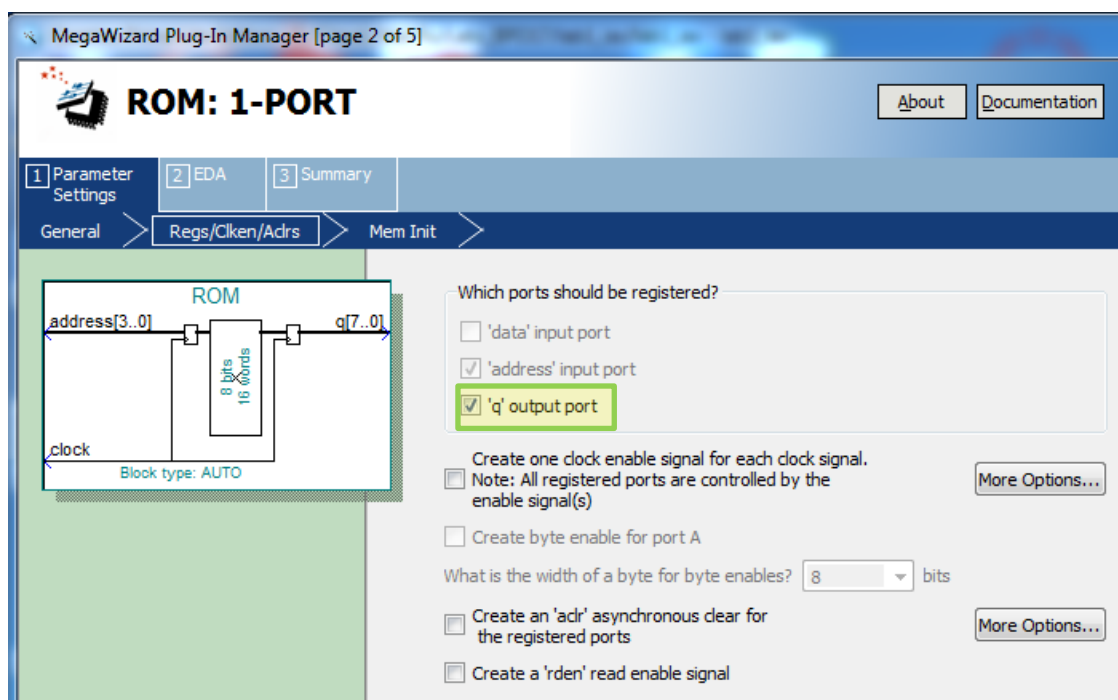

Рис. 11 Окно настройки экземпляра выбранного компонента (page 2)
- 3.4. В появившемся окне “MegaWized Plug-In Manager [page 2 of 5]” параметры должны быть такие же, как на рис. 11. Выполните «Next».